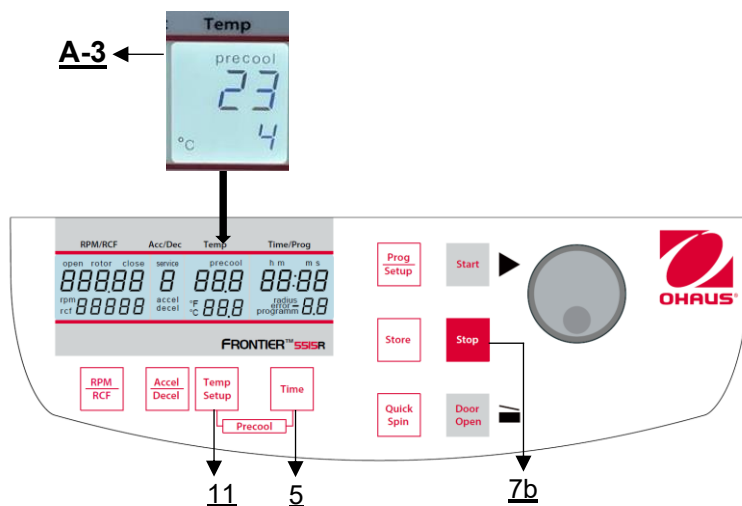

Figura 20
Si las muestras son sensibles a la temperatura, es útil preenfriar la centrífuga, el rotor y eventualmente los Vasos a la temperatura de trabajo requerida. Para ello, introduzca el rotor deseado y preajuste la temperatura correspondiente. Pulsando simultáneamente las teclas **"Temp/Setup"** (11) y **"Time"** (5) puede iniciar la marcha (Figura 20). Durante la marcha, el aparato elige automáticamente una RPM de giro equivalente al 30% o al 50% de la RPM de giro permitida del rotor respectivo (según el rotor). Una vez alcanzada la temperatura preajustada, puede salir de la marcha de preenfriamiento con la tecla **"Stop"** (7b)